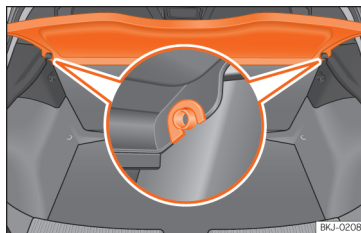

Fig. 138 Na bagageira: desmontar e montar a chapeleira.
- Desencaixe a chapeleira dos suportes laterais »» **Fig. 138** puxando-a para cima e retire-a.
- Introduza a chapeleira horizontalmente fazendo coincidir a «fechadura» sobre o eixo dos suportes »» **Fig. 138**, e pressione para baixo até que encaixe.